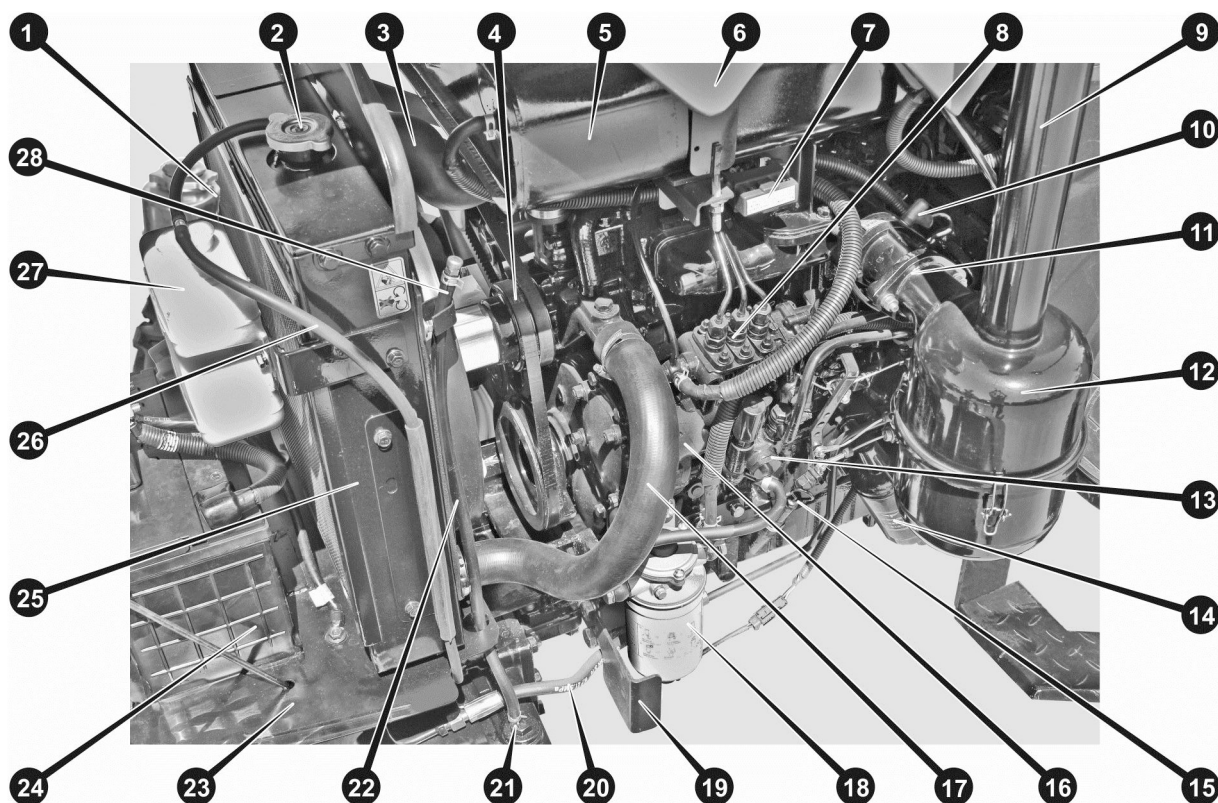

Рисунок 3.3. Двигун CF3B35T, вид зліва
Трактори ДТЗ обладнані системою очищення повітря з масляним інерційно-контактним повітряним фільтром. Очисник повітря встановлений з лівого по ходу руху трактора боку двигуна. З метою захисту фільтрувальних елементів фільтра повітря від попадання великої кількості пилу і бруду з-під коліс трактора, а також для уникнення попадання води при подоланні водних перешкод, повітрязбірник винесено на трубі на висоту більше 1,6 метра. Для полегшення пуску двигуна в холодну пору року на патрубку повітряного колектора двигуна встановлена спіраль розжарювання (10) (див. рис. 3.3), керована з центрального перемикача («замка запалювання»).